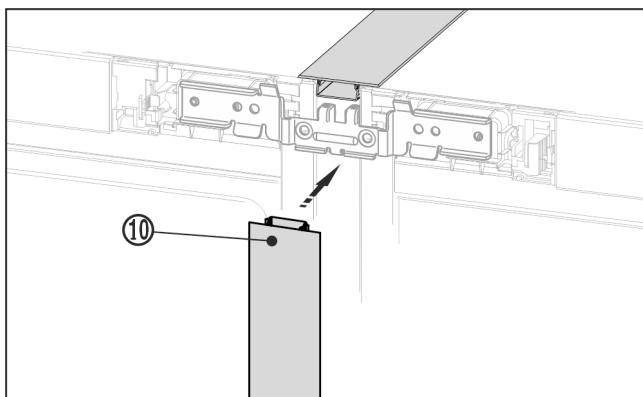

Fig. 22
- Na přední straně zatlačte dlouhou krycí lištu Fig. 22 (10) do svislé spáry. Dbejte na to, aby lišta stála na spojovacím plechu.